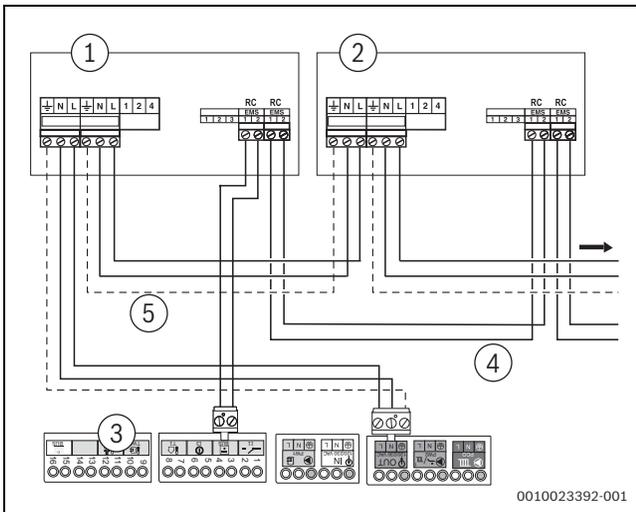

Bild 53 Anschluss mehrerer Funktionsmodule
- ▶ EMS-Busanschluss des ersten Moduls für das zweite Modul verwenden. Hierzu das mit dem Modul mitgelieferte Kabel verwenden (→ Bild 53, [4], Seite 31).